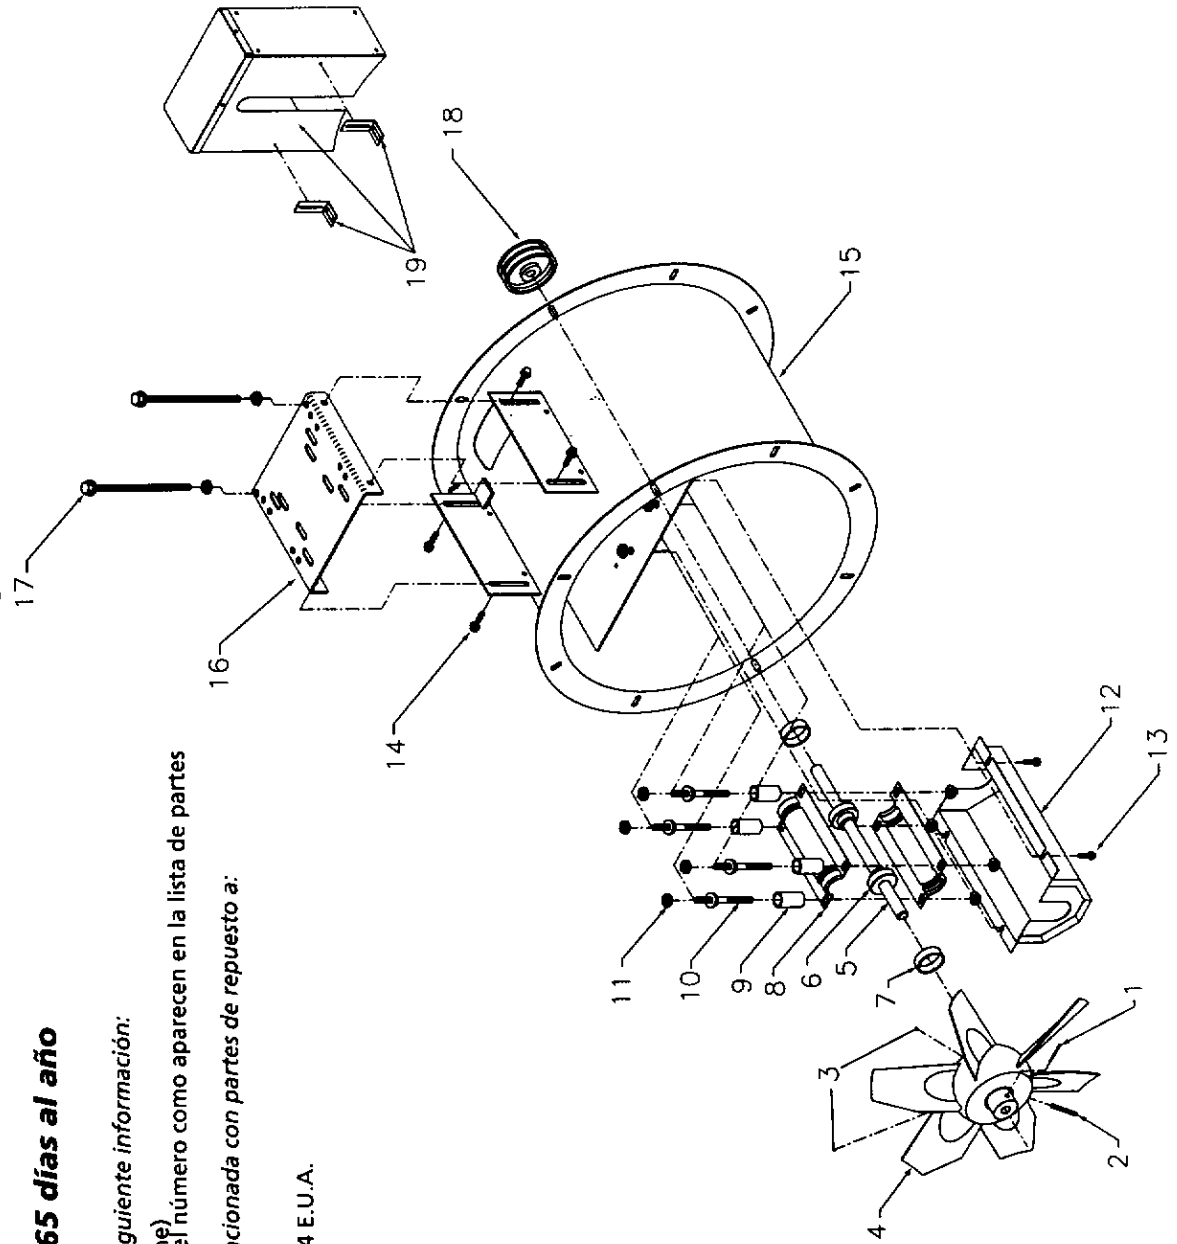

Figura 5
- Para instalar las bandas en la polea de la flecha del ventilador, primero quite la cubierta del balero (ver Figura 5, Ref. No. 12) para tener acceso al túnel de la banda. Instale las bandas sobre las poleas del ventilador y del motor de manera que queden flojas.
- Ensamble el protector del impulsor (ver Figura 5, Ref. No. 19). El protector del impulsor se fija a la base del motor por medio de las ménsulas de soporte con los tornillos niveladores y sus tuercas (Ref. No. 17). Un extremo del protector del impulsor se fija a la brida del cárter con el perno, la rondana plana y la tuerca provistos.